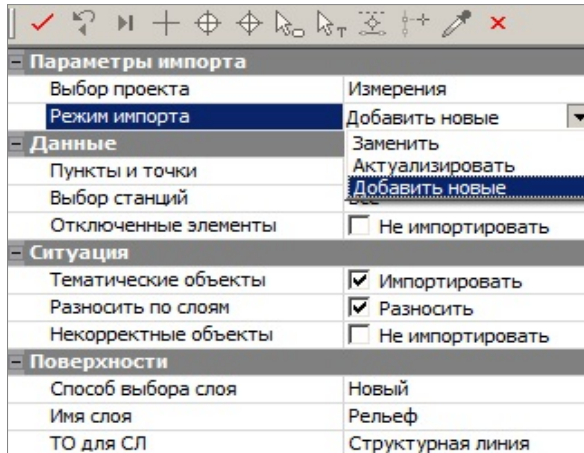

Рис. 4.13
Настройка параметров импорта (рис. 4.13).
- Можем использовать дополнительные настройки (рис. 4.13):